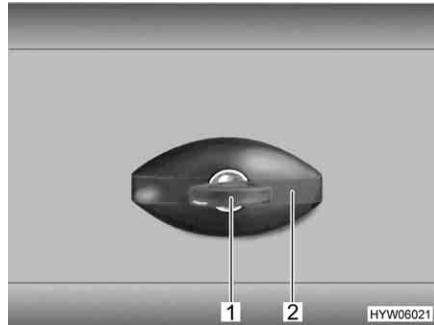

Fig. 29 Serrure du portillon, en forme d'ellipse
- Insérer la clé dans le barillet (Fig. 29,1) et la tourner d'un quart de tour dans le sens inverse des aiguilles d'une montre. La poignée de la serrure (Fig. 29,2) ressort.